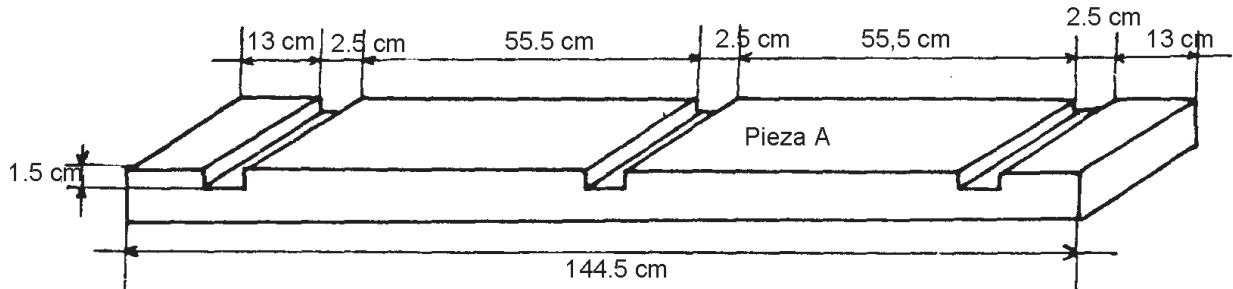

Figura 1
- Realiza tres cortes de 1.5 cm de profundidad por 2.5 cm de ancho a las dos tablas de 144,5 cm de largo, por su lado ancho; los cortes debes hacerlos en las medidas que te muestra la figura 1, piezas A y B.